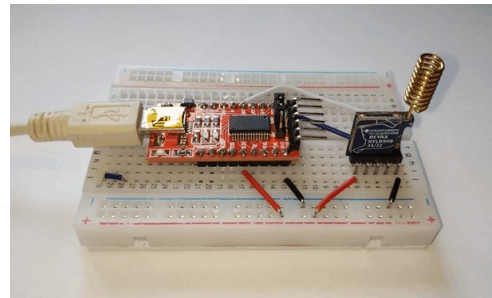

Abb. 3
1. Weg: Wir benutzen einen USB-UART-Konverter **mit 3,3-V-Signalen(!)** wie z. B. den FTDI232RL (s. Abb. 3). Durch diesen Konverter wird der LoRa-Baustein mit einem PC verbunden. Über diese Verbindung können wir nun mit Hilfe eines Terminal-Programms (z. B. *Hterm*) AT-Commands senden und auch Antworten vom LoRa-Baustein erhalten.
Achtung: Beim LoRa-Modul RYLR998 dürfen sowohl die **Versorgungsspannung** als auch die Signalspannungen **maximal 3,6 V** sein. Manche USB-UART-Wandler arbeiten mit höheren Spannungen (z. B. 5 V); diese würden unser LoRa-Modul **zerstören**. Beim FTDI 232RL können wir mit Hilfe eines Jumpers (in der Abb. 3 zwischen dem IC und der Stiftleiste) die Spannung 3,3 V bzw. 5,0 V wählen. In der Abb. 3 ist der Jumper für die Spannung 3,3 V eingesteckt worden.